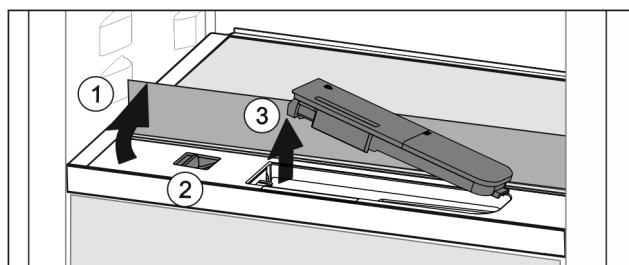

Fig. 104
- ▶ Stakleno ploščo dvignite in jo sklopite nazaj do omejevalnika Fig. 104 (1).
- ▶ Drsnik Fig. 104 (2) potisnite v levo.
- ▶ Odstranite rezervoar za vodo Fig. 104 (3).